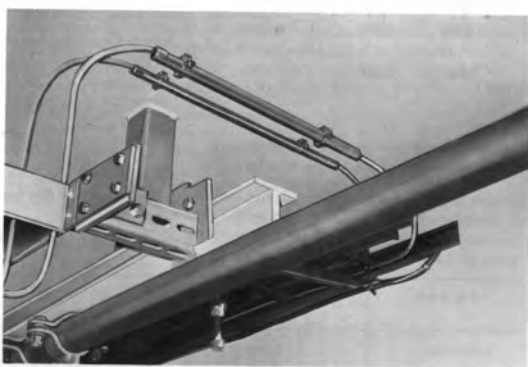

Figure C-1 Protection mécanique du câble–bus par un montage de protection
- Dans les zones à sollicitation mécanique, posez les câbles–bus dans des tubes blindés en aluminium ou à défaut dans des tubes blindés en plastique (voir figure C-1)